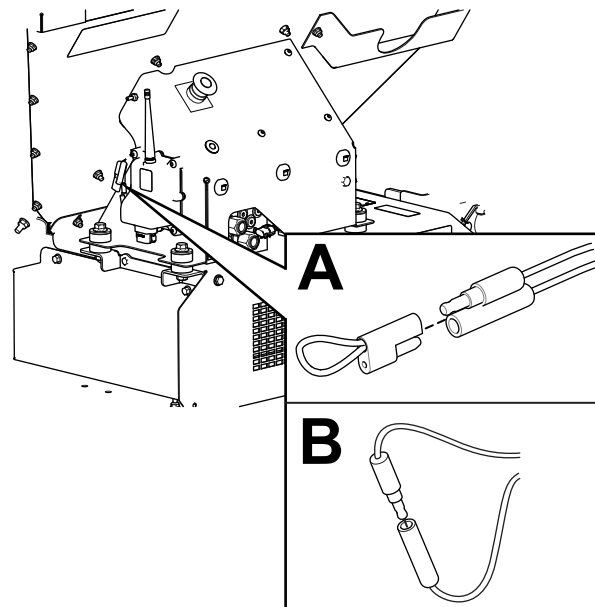

Рисунок 63
2. Снимите привязную крышку с 2 диагностических разъемов (Рисунок 63, А).
3. Соедините диагностические разъемы друг с другом (Рисунок 63, В).
2. Отсоедините диагностические разъемы (Рисунок 63, В).
3. Наденьте привязанную крышку на 2 диагностических разъема (Рисунок 63, А).